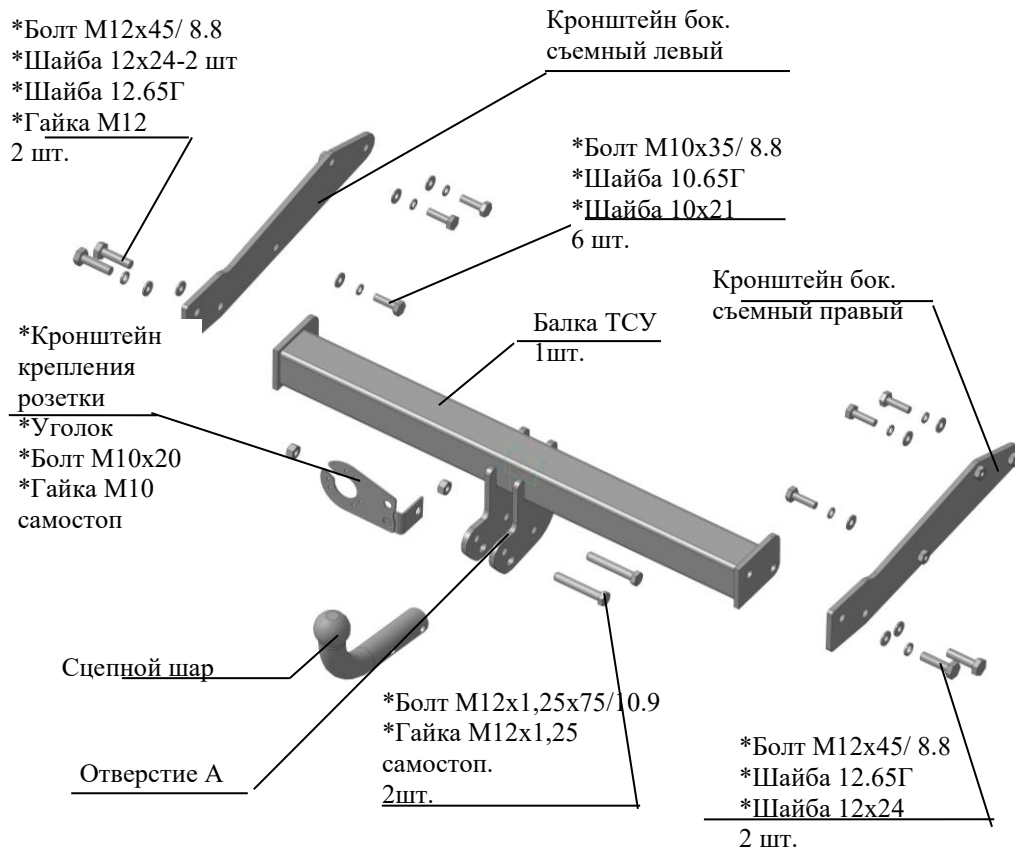

Рис.1 Тягово-сцепное устройство 9180
2.1 ТСУ 9180 в сборе (рис.1)	1 шт.
2.2 Пакет с комплектующими (см. рис.1) Защитный колпак, сертификат	1 шт. 1шт+1 шт.
4.2 Установить кронштейны боковые съемные левый и правый к внутренним полкам лонжеронов а/м и закрепить их болтами М10х35 (в соответствии с рис.1). Крепеж не затягивать.
4.3 Установить балку ТСУ между боковыми кронштейнами и закрепить болтами М12х45 и крепежом (в соответствии с рис.1).
Закрепить сцепной шар и кронштейн крепления розетки к кронштейнам шара болтами М12х1,25х75 (класс прочности 10.9) и гайками М12х1,25 самостоп (класс прочности 10), в соответствии с рис.1 (предварительно кронштейн розетки скрепить с уголком болтом М10х20 и гайкой М10 самостоп).